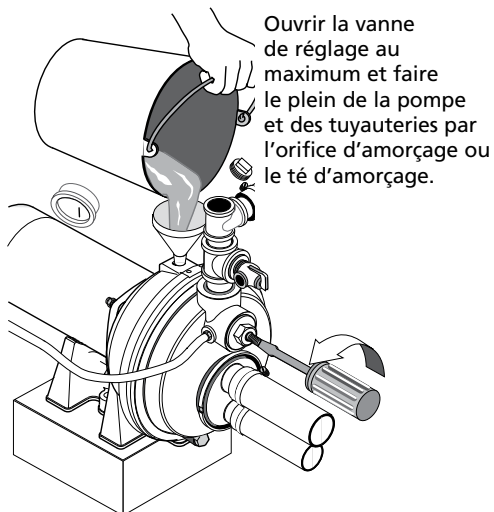

Figure 13 – Remplissage de la pompe
- Ouvrir au maximum la vanne de réglage (voir la Figure 13), déposer le bouchon d'amorçage de la pompe, puis faire le plein de la pompe, de toutes les tuyauteries entre la pompe et le puits et s'assurer que toutes les tuyauteries du puits sont pleines d'eau. Si un té d'amorçage a été posé sur le tuyau d'aspiration, déposer le bouchon du té et faire le plein de la tuyauterie d'aspiration.